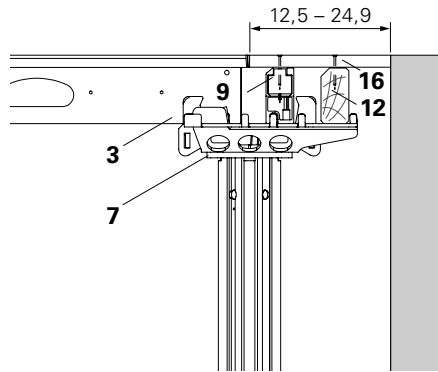

Fig. A5.37
1. Positionner la Plaque Combi SCK (7) avec le porte-à-faux en direction de la compensation.
2. Installer le panneau (3).
3. Placer la poutrelle de rive SRT-2 (9) ou la Solive Bois SPH (12) Dans la Plaque Combi (7).
4. Installer le coffrage (16) et le fixer à l'aide de clous.. (Fig. A5.37) **Solution**